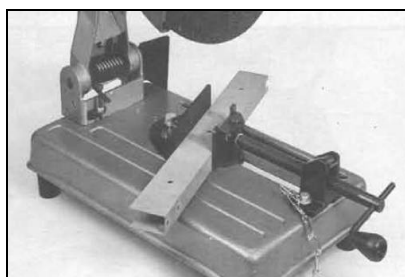

Fig 6
Le mors de serrage (H) s'adapte automatiquement à la pièce (Fig 6).